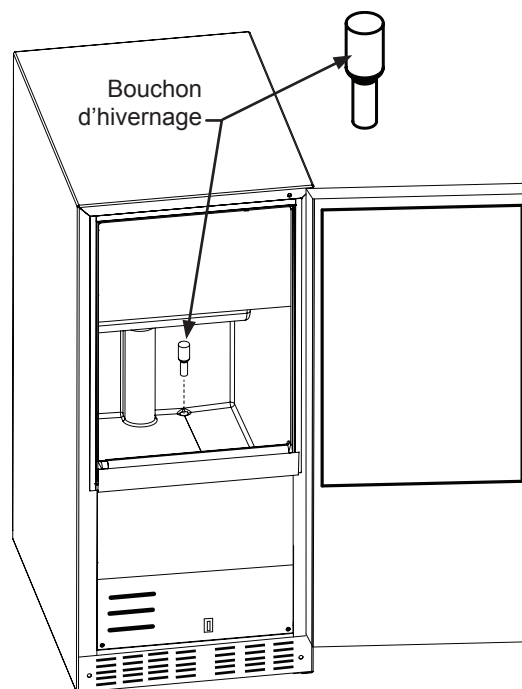

Figure 40
13. Installez le bouchon d'hivernage dans le trou de drainage d'eau du bac à glaçons (Voyez la Figure 40).